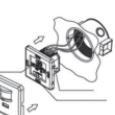

Рис.3
- Установить крышку датчика (рис.3)